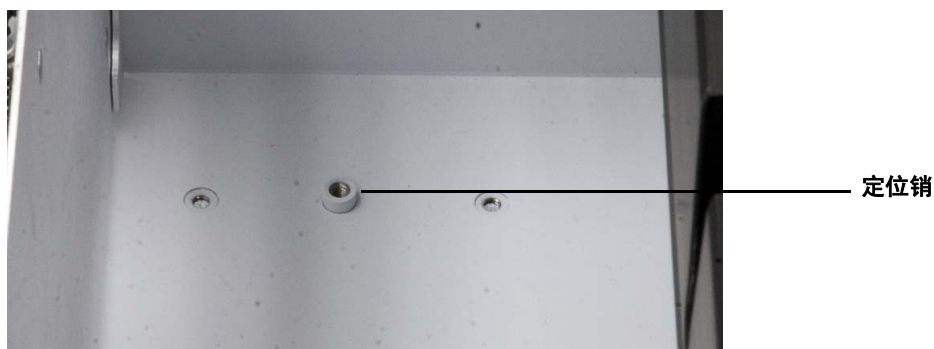
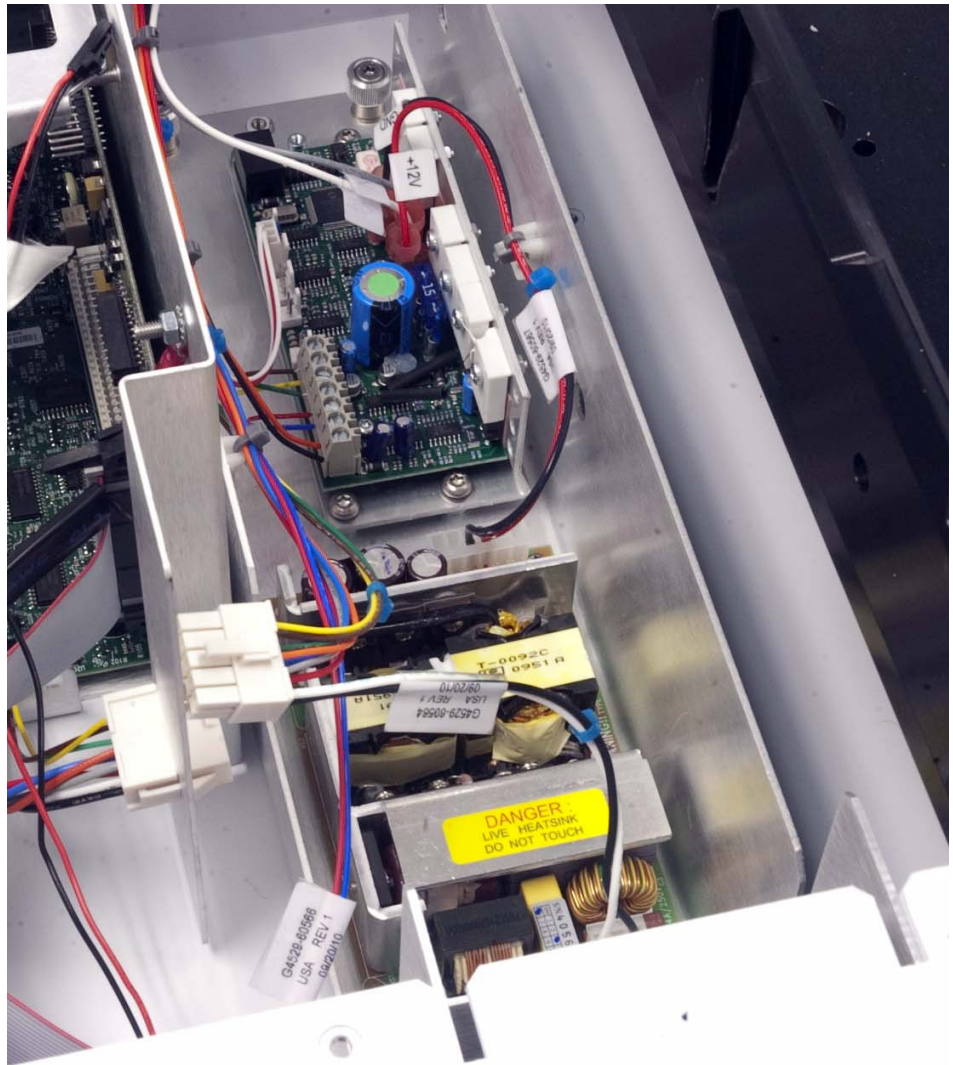

图 29 主机机箱中的定位销
图 30 安装在主机机箱中的 Peltier 电源控制板
- 6 使用定位销作为对准工具小心地将 Peltier 电源控制板向下放到主机机箱中（图 29 和图 30）。